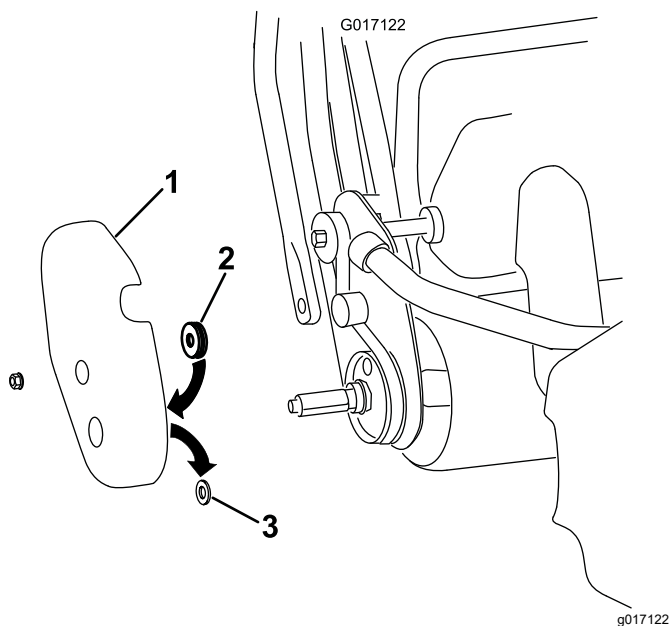

图 9
- A. 从机器上拆下右侧轮鼓盖图 9。
- B. 从轮鼓盖上的轮轴孔卸下并丢弃橡胶垫 (图 9)。
- C. 将毛毡封粘贴到轮鼓盖的里面、放置在轮轴孔周边 (图 9)。